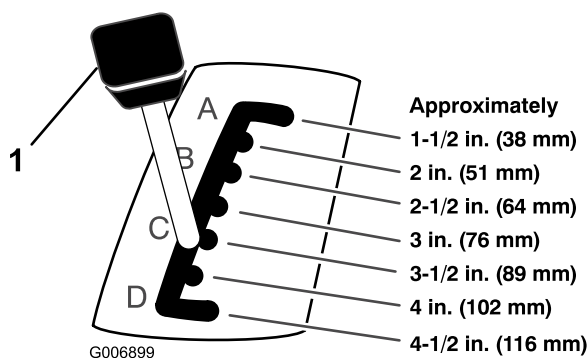

Figura 8
5. Tirate la leva di regolazione dell'altezza di taglio sul trattore e spostatela nella posizione desiderata (Figura 8).